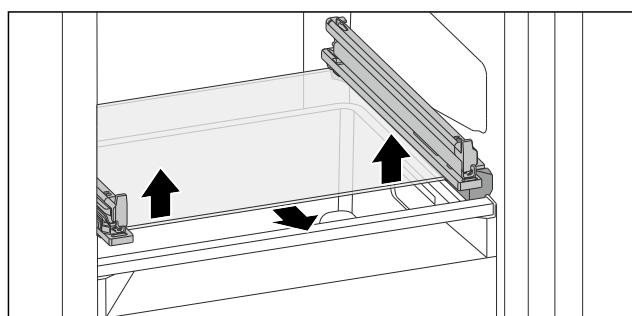

Fig. 104 Glasplatte des abkippbaren Schubfachs
- Glasplatte von unten beidseitig nach oben drücken. (siehe Fig. 104)